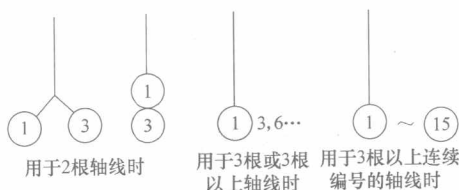

图 1-2 详图的轴线编号
5) 对于详图上的轴线编号, 若该详图适用于几根轴线时, 应同时标注有关轴线的编号; 通用详图中的定位轴线, 一端只画圆, 不注写轴线编号, 如图 1-2 所示。